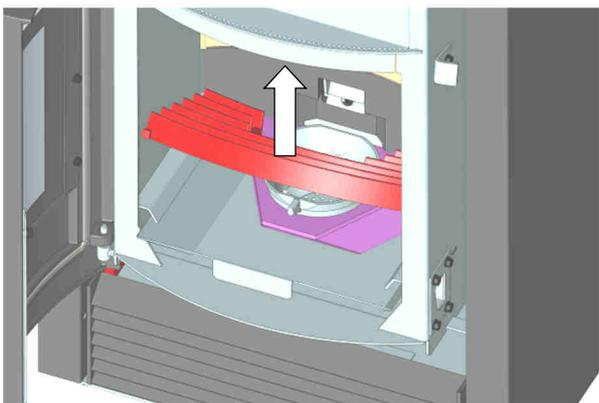
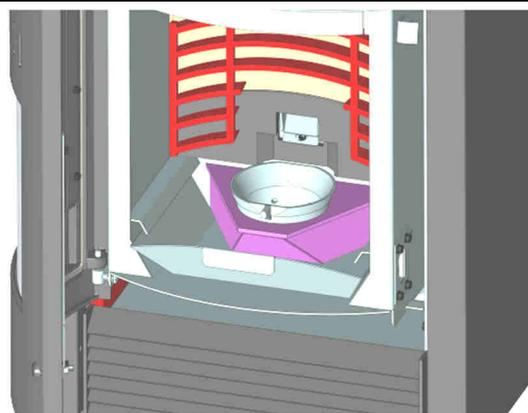
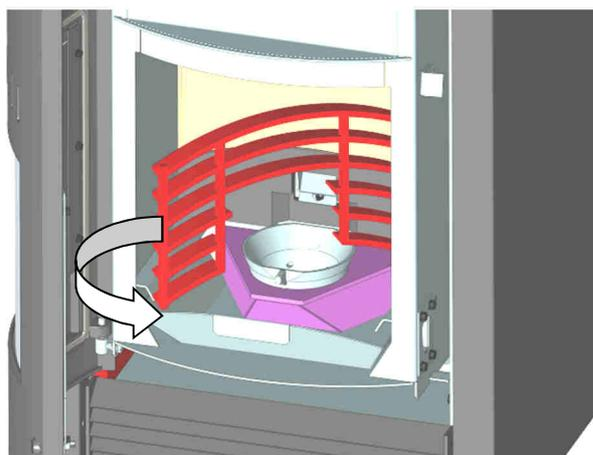

Fig. 64 : démonter la grille
Fig. 65 : démontage de la grille
Fig. 66 : démontage de la grille
6. Ouvrir la porte du foyer et enlever la grille. Pour ce faire, rabattre la grille vers le haut (voir Fig. 64), jusqu'à ce qu'elle repose sur la paroi arrière (Fig. 65) et l'enlever en tournant (Fig. 66).